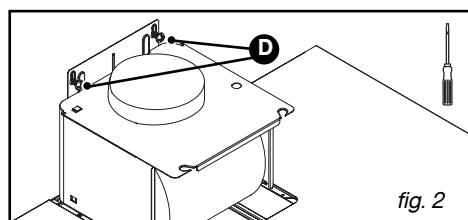

fig. 2
- Fixe o exaustor por meio dos 2 parafusos (D/fig.2).
- Monte a válvula de retenção na saída do motor (fig.2). Esta válvula de retenção permite obstruir a entrada de ar vindo do exterior.